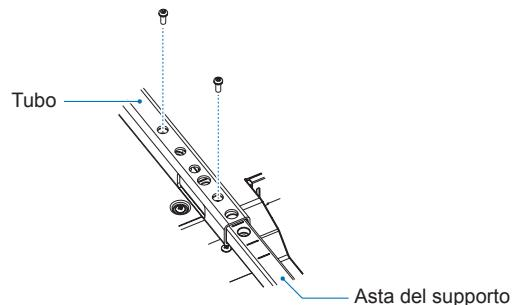

Figura 2
2. Installare l'asta del supporto e il tubo con le viti in dotazione. Serrare le viti negli appositi due fori sul tubo (**Figura 2**).